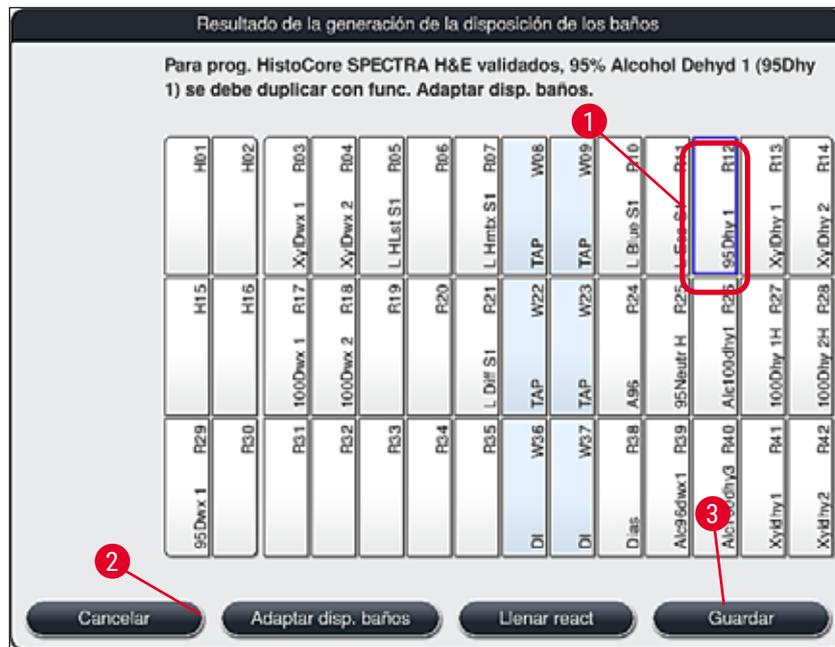

Fig. 52
- Después de que el software calcule la disposición de los baños usando los programas priorizados, el usuario obtiene una visión general de los resultados que se muestran en la pantalla (→ "Fig. 52").
- Si no se han integrado programas Leica en la disposición de los baños, la pantalla (→ "Fig. 52") se desvía de la mostrada (sin imagen). En este caso, se pueden llenar los reactivos como se describe en (→ P. 80 – Llenado de los reactivos).